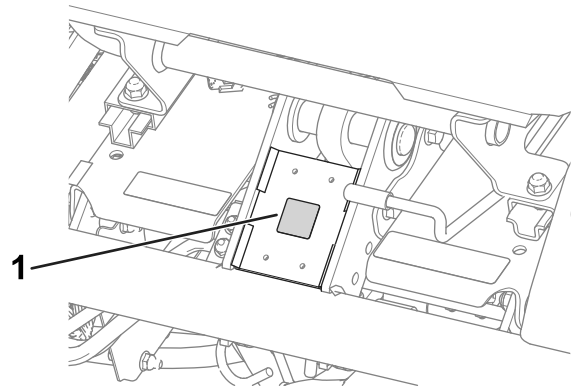

Figura 10
- Coloque o autocolante de conformidade CE debaixo da parte dianteira do banco (Figura 10).